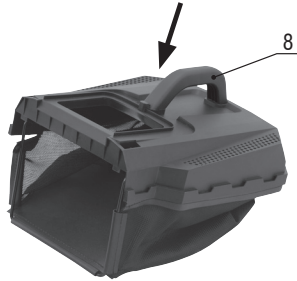

Figura 8 – Montagem da alça no recolhedor
f) Insira a alça (8) nos encaixes do recolhedor e em seguida aperte conforme indicado abaixo para travar (figura 8).